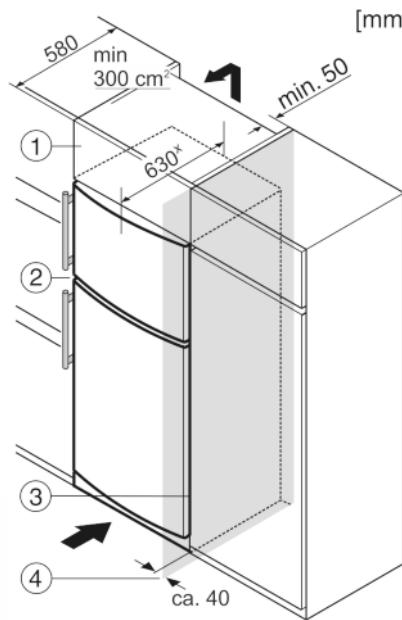

Fig. 7
(3) Кухонный шкаф
(4) Стенка
Устройство может быть окружено предметами кухонной обстановки. Чтобы уравнять устройство Fig. 7 (2) по высоте с кухонной стенкой, можно установить над устройством соответствующий дополнительный шкафчик Fig. 7 (1).
При комбинировании с кухонными шкафами (глубина макс. 580 мм) устройство можно установить непосредственно рядом с кухонным шкафом Fig. 7 (3). Устройство выступает сбоку на 34 мм^x и по центру на 50 мм^x относительно передней стенки кухонного шкафа.
Если устройство установлено на шарнирах у стены Fig. 7 (4), то расстояние между устройством и стеной должно быть не менее 40 мм. Настолько выступает ручка при открытой дверце.